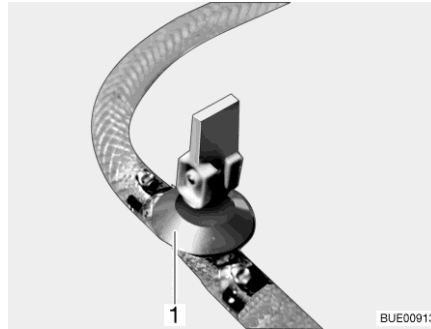

Bild 145 Avtappningskran
- Stäng avtappningskranen/avtappningskranarna. Ställ vipparmen (Bild 145,1) i vågrätt läge.
- Öppna avtappningskranen/avtappningskranarna (Bild 145). Ställ vipparmen (Bild 145,1) i lodrätt läge. Varmvattenberedaren töms utåt.